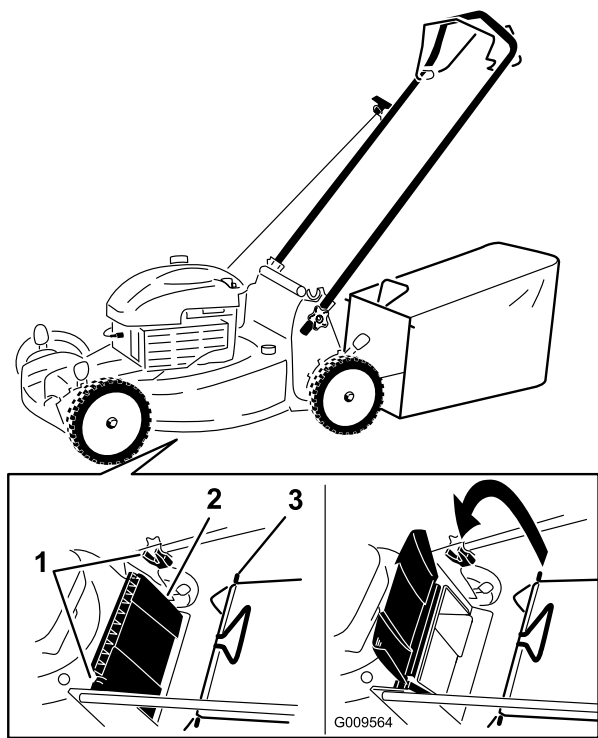

Рисунок 19
1. Поднимите и удерживайте задний отражатель (Рисунок 19).
2. Установите мешок для сбора скошенной травы и убедитесь в том, что стержни мешка вошли в пазы на рукоятке (Рисунок 19).